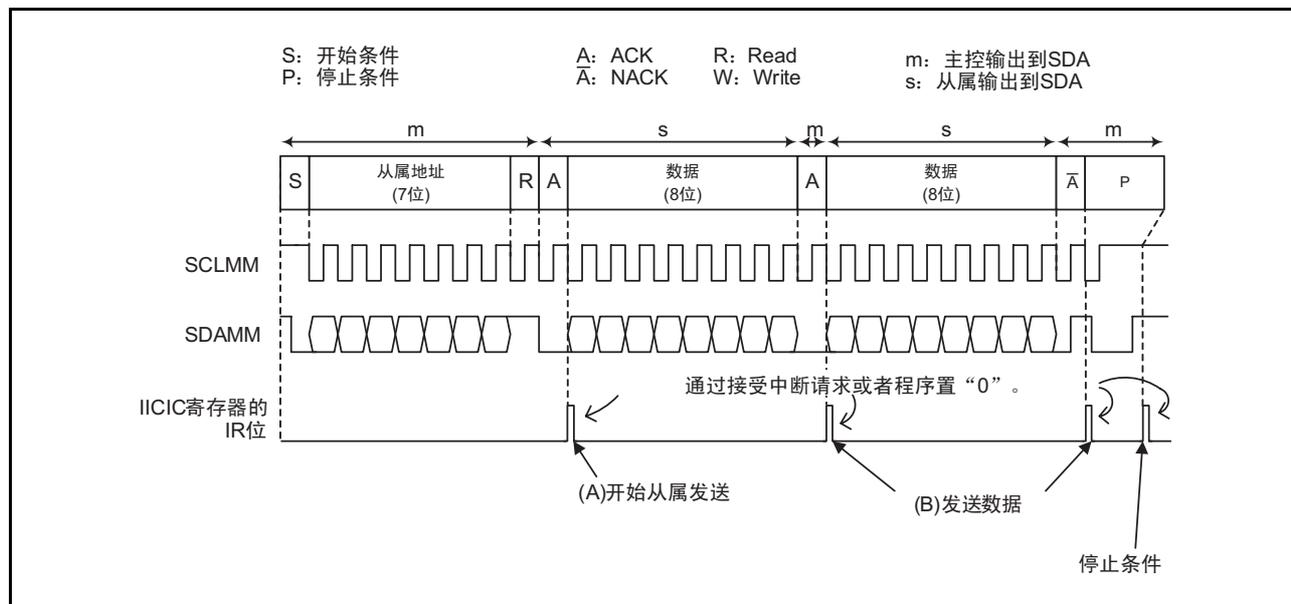

图 25.20 从属发送的运行例子
以下说明从属发送的步骤和运行。从属发送的运行例子如图 25.20 所示，假设已经进行“25.3.10.1 初始设定”，并且图中的 (A) ~ (B) 表示分别执行以下程序的步骤。